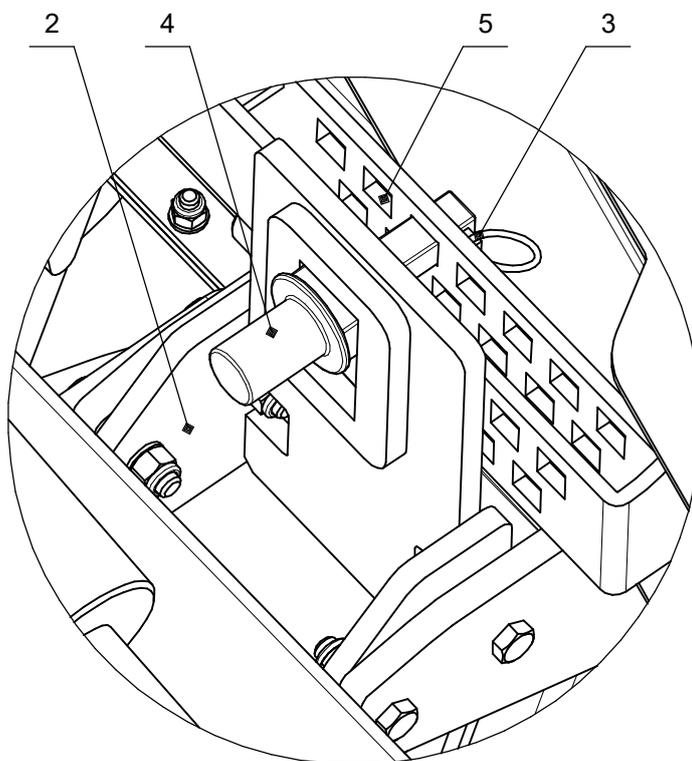

Рис.3-Регулировка смещения дисковых рядов дисковой почвообрабатывающей машины ДПМ-5000, ДПМ-6000
Смещение рядов дисков осуществляется с помощью эксцентрикового пальца (Рис.3 поз.4)
Для регулировки по обеим сторонам крыльев предусмотрены пластины с 13-ю квадратными отверстиями (Рис.3 поз.5)
1. Ослабить пружинное кольцо и убрать штырь (Рис.3 поз.1).
Ряды дисков сдвигаются таким образом, что освобождаются все 13 отверстий (Рис.3 поз.5).
3. Ослабьте пружинный фиксатор (Рис.3 поз.3) эксцентрикового пальца.
4. Поставьте эксцентриковый палец (Рис.3 поз.4) в нужное отверстие (Рис.3 поз.5).
6. Закрепите штырь пружинным кольцом (Рис.3 поз.1)